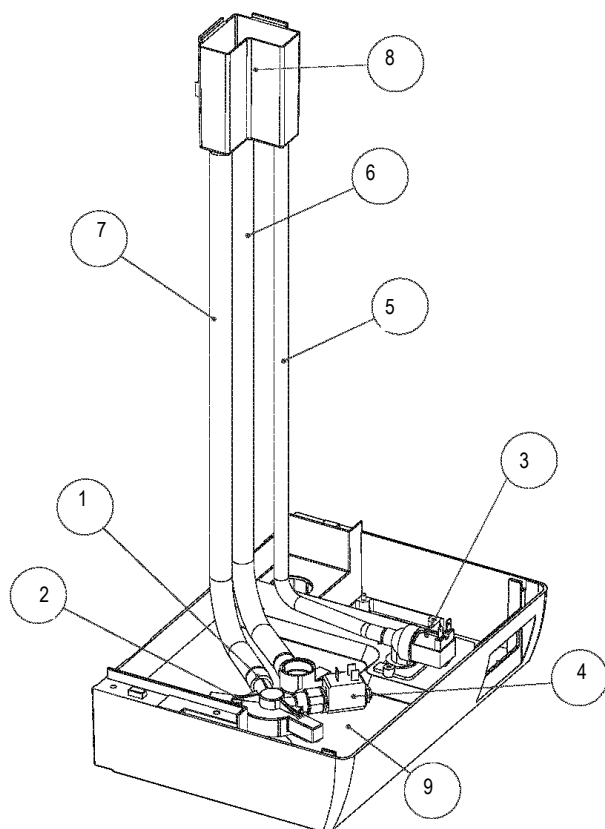

Рис. 9.2.1
- **Питательный электроклапан** (Рис.9.2.1, № поз. 3)
- **Питательный и сливной коллектор** (Рис.9.2.1, № поз. 1 и 2)
- **Сливной электроклапан** (Рис.9.2.1, № поз. 4)
- **Поддон** (Рис.9.2.1, № поз. 9)
- **Накопительный бак** (Рис.9.2.1, № поз. 8)
- **Гидравлический контур** (Рис.9.2.1, № поз. 5, 6 и 7)